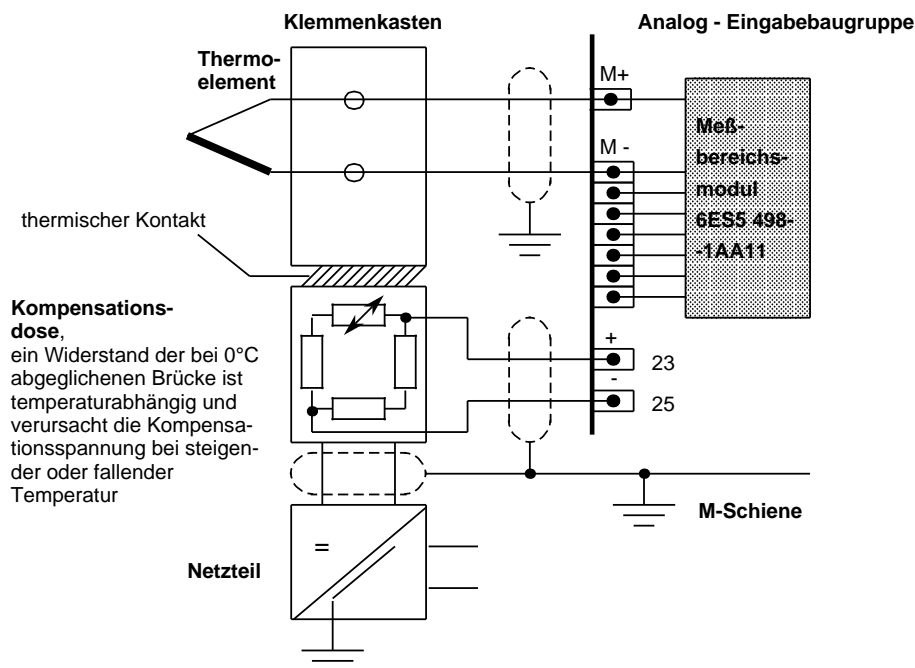

Bild 10.4 Anschluß von Thermoelementen
- Kompensationsspannung an die Stifte 23 und 25 (KOMP+ und KOMP-) der Analog-Eingabebaugruppe anlegen (Bild 10.4)